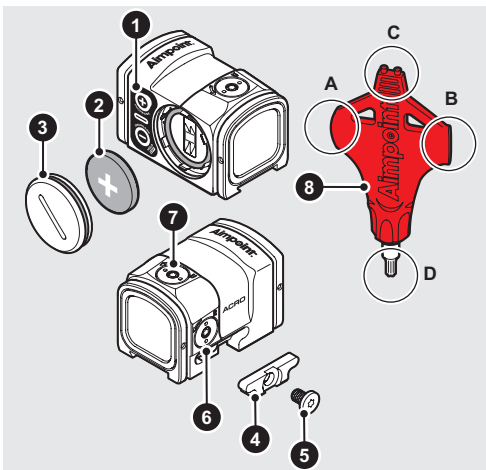

Abb. 1 Überblick
- b Die Batterie (2) mit der Plusseite (+) zum Batteriedeckel (3) hin einsetzen, wie in Abb. 1 zu sehen ist.
Gehen Sie wie folgt vor, um das Visier an einem Montagesockel anzubringen, der mit der integrierten Montagevorrichtung auf Abb. 1 kompatibel ist: